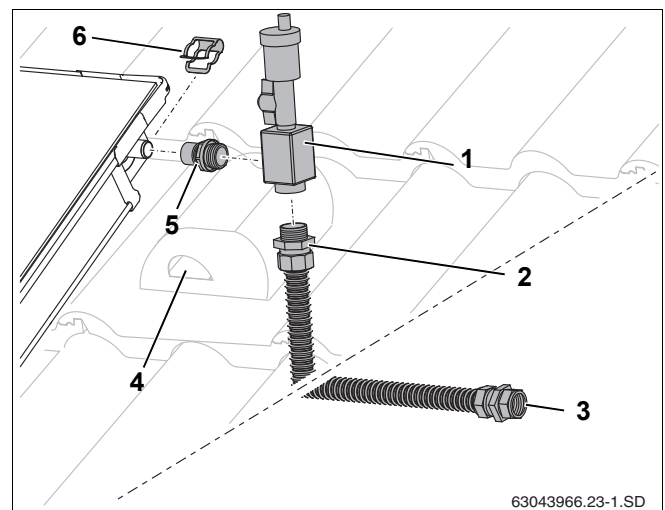

Рис. 58 Монтаж воздушного клапана
- ▶ Заверните ниппель (рис. 58, [5]) и соединительную трубу (рис. 58, [2]) в воздухосорник (с кольцевым уплотнением).
- ▶ Наденьте воздухосорник (рис. 58, [1]) вместе с ниппелем на штуцер коллектора и закрепите зажимом (рис. 58, [6]).
- ▶ Проведите трубу вместе с проводом датчика через черепицу с вентиляционным отверстием (рис. 58, [4]) и изоляцию кровли.
- ▶ Подключите сборную линию к резьбовому соединению с зажимным кольцом (рис. 58, [3]).